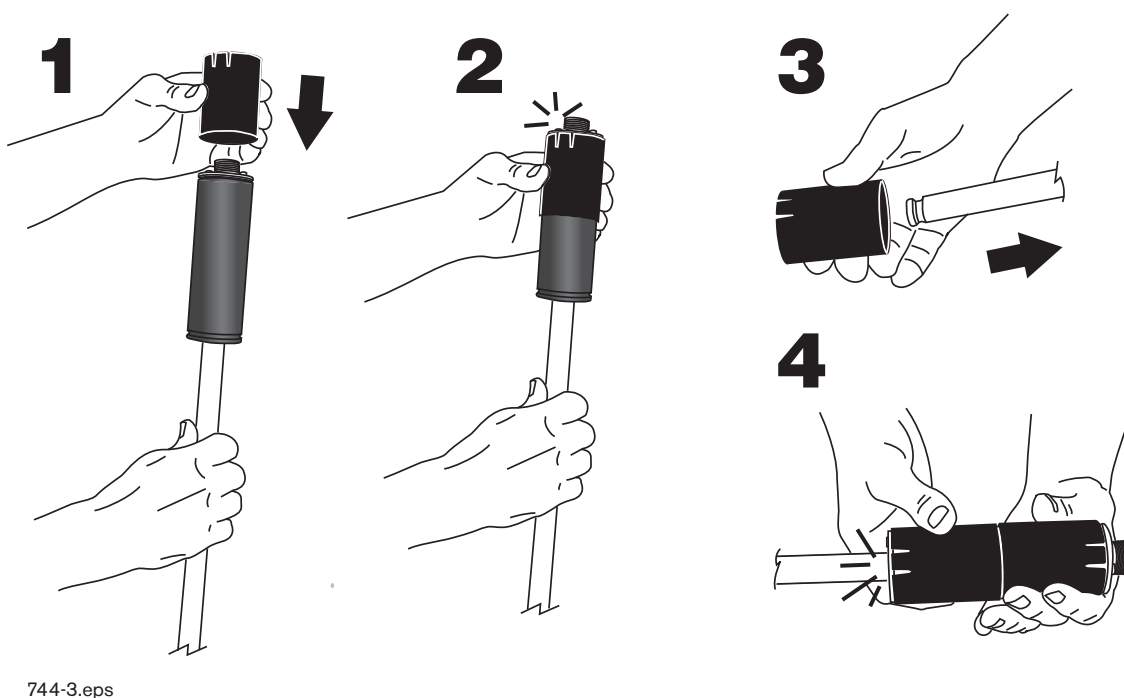

Figura 9. Instalação Espaçadores do canister da sonda Mag Plus
2. Instale as duas Espaçadores do canister no canister da sonda Mag Plus, como mostra a Figura 9.